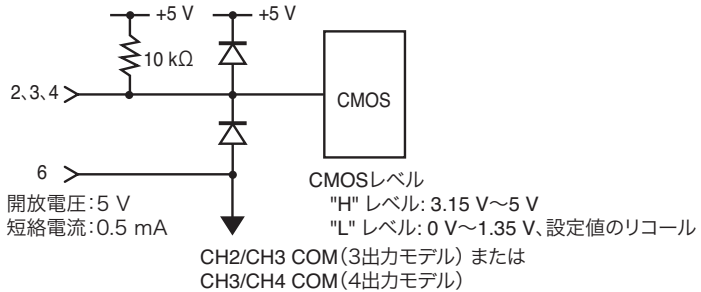

図 5-7 等価回路
- J1 端子台の 2 番、3 番および 4 番の端子の等価回路を図 5-7 に示します。